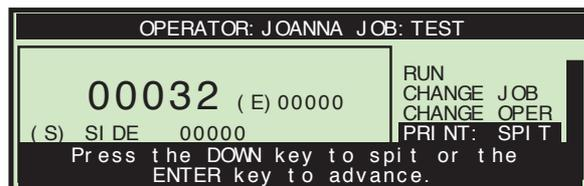

ABBILDUNG 81: Betriebsbildschirm mit PRINT = SPIT (DRUCK = SPRITZEN)
- 2 Drücken Sie mehrmals auf die **Eingabe-Taste**, bis "**PRINT: SPIT**" (**DRUCKEN: SPRITZEN**) mit Anleitungen erscheint, wie auf der Abbildung 81.